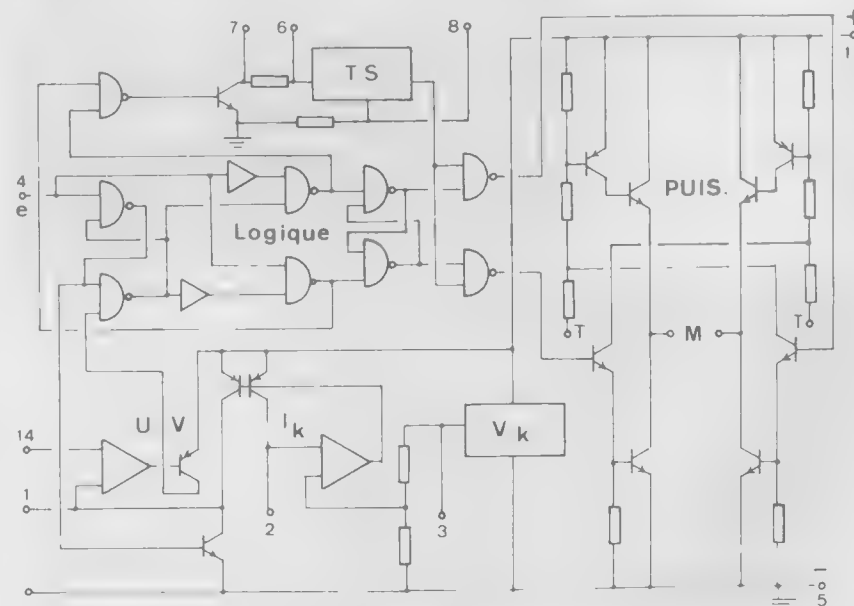

Fig. IX-15. — Structure interne du NE544.
a) Le schéma. (Voir fig. IX-15.)